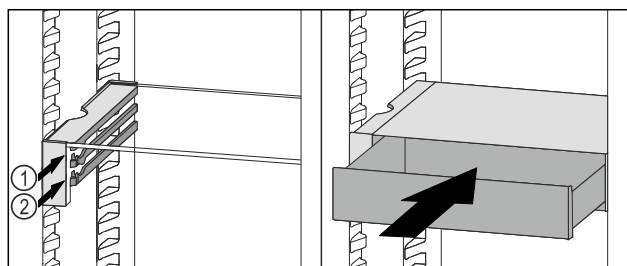

Fig. 136
- ▶ Predal VarioSafe namestite za zaustavljalnimi elementi na zeleni nastavek Fig. 136 (1) ali Fig. 136 (2).